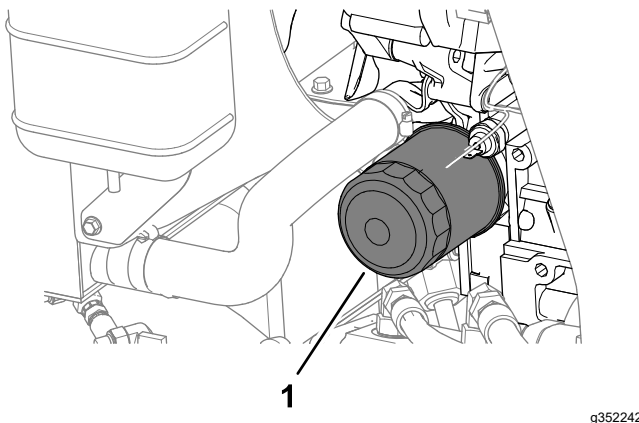

Bild 75
4. Entfernen Sie den Ölfilter (Bild 75).